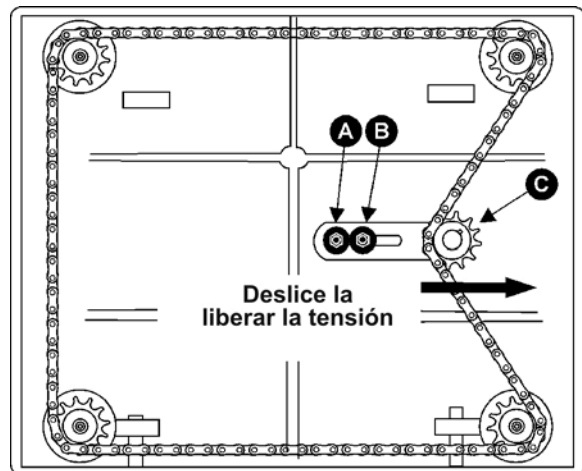

Figura 22
5. Retire los pernos que sostienen la cepilladora a la base. Incline la cepilladora cuidadosamente a un lado para ver la parte inferior de la base. (Figura 22).
6. Retire el perno (A, Figura 22) y afloje el perno (B, Figura 22) el cual permitirá mover el conjunto de la polea soporte (C, Figura 22) lo suficiente para liberar la tensión de la cadena.
9. Cuando los ajustes estén correctos, reemplace la cadena alrededor de la polea, deslice la polea soporte (C, Figura 22) para retensar la cadena, ajuste el perno (B, Figura 22) e insértelo y ajuste el perno (A, Figura 22).